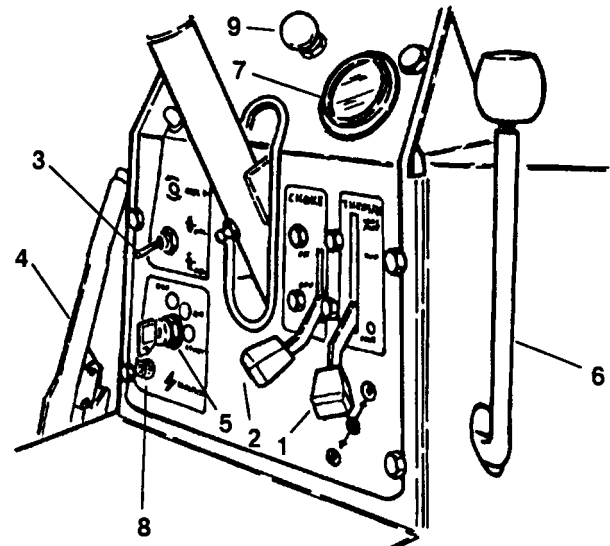

Fig. 13 (Benzinmodeller)
Benzinmodeller (Fig. 13)—Tændingskontakten bruges til at starte, standse og forvarme motoren. Den har tre stillinger: AFBRUDT (OFF), TILSLUTTET (ON) og START.